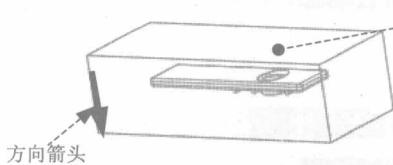

图 1.5 定义投影的方向
Step3. 选择下拉菜单 编辑 \rightarrow 阴影曲面 (W) 命令，系统弹出“阴影曲面”对话框。
(1) 在“阴影曲面”对话框中双击 Direction (方向) 元素，系统弹出“选取方向”菜单。
(2) 在 **▼ GEN SEL DIR (选取方向)** 菜单中, 选择 **Plane (平面)** 命令。
(3) 在系统 **选取将垂直于此方向的平面** 的提示下, 选取图 1.5 所示的坯料表面; 将投影的方向切换至图 1.5 中箭头所示的方向, 然后选择 **Okay (确定)** 命令。